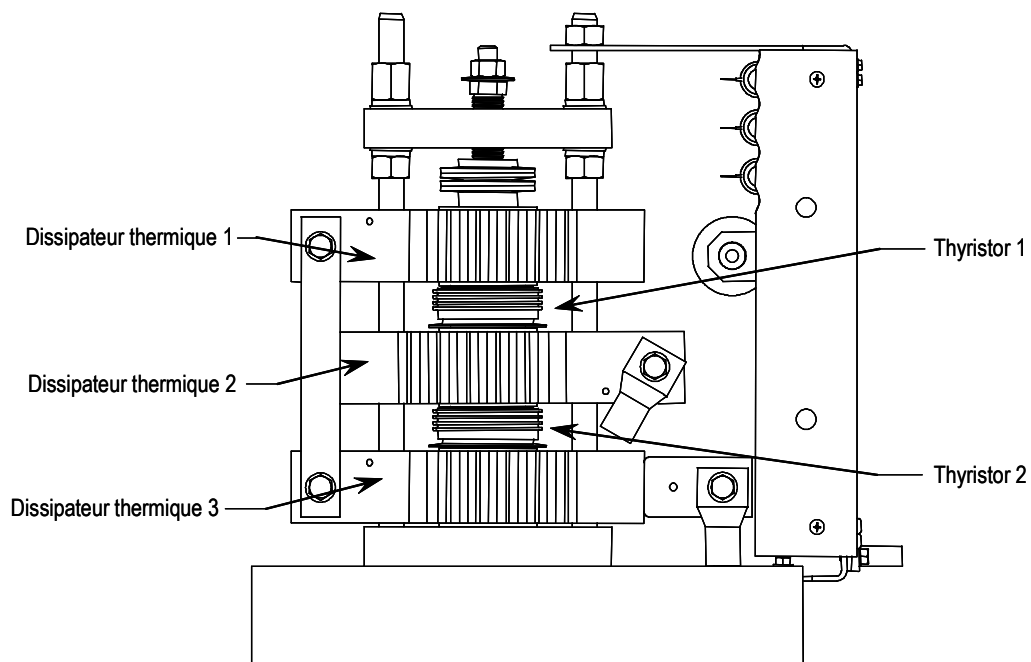

Figure 9.5 – Module d'alimentation (monophasé) • 1 000/1 300/1 500/2 400 V, 180/360 A
- Se reporter aux figures 9.5 à 9.16.